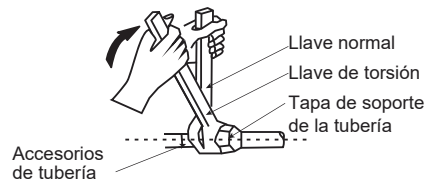

Figura 29
- Utilice dos llaves cuando instale o desmonte la tubería, una llave común y una llave de torsión. Vea la Figura 29.